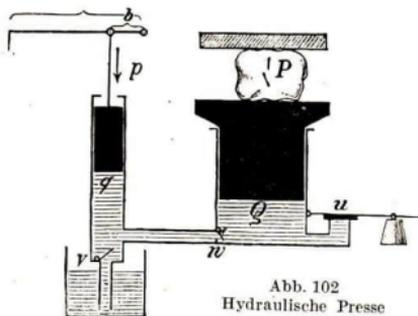

Abb. 102
3. In der Technik läßt man zuweilen die ganze Pumpvorrichtung (linker Teil der Abb. 102) weg und schließt das Querrohr an die Wasserleitung an. Wenn diese 4 at Druck zeigt, welchen Druck P kann man damit erzeugen, wenn die Kolbenfläche $Q = 200$ cm² groß ist? [Antwort: 800 kg.]